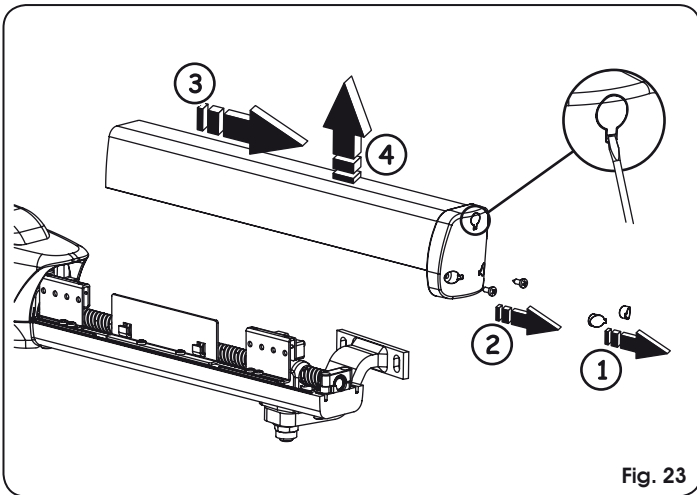

Fig. 23
- Die beiden Abdeckungen der unteren Befestigungsschrauben entfernen, Abb. 23 Bez. ①. Damit dieser Arbeitsgang erleichtert wird, ist eine Aussparung vorgesehen, durch die ein Schraubenzieher eingeführt werden kann.
- Die beiden unteren Schrauben des Frontverschlusses abschrauben und die Abdeckung herausziehen, Abb. 23.